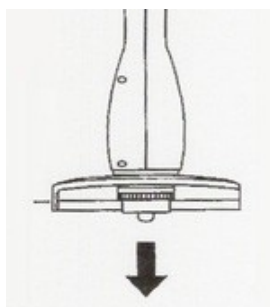

Рис.5
- 8.2.7. Во время работы триммерная леска изнашивается (расходуется). Во время работы слегка ударьте головкой триммерной катушки по земле. Длина лески увеличится. При необходимости операцию повторите (Рис.5).